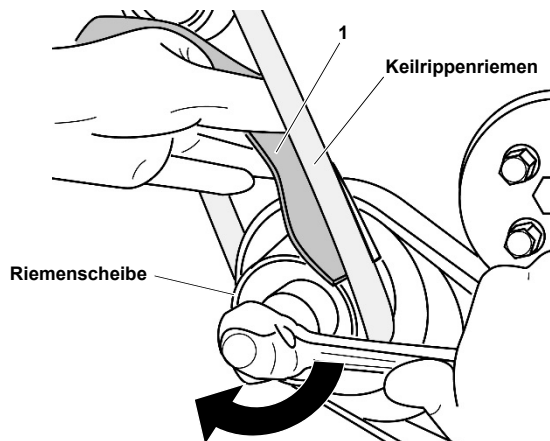

Abb. 2: Gurtband eindrehen.
2. Kurbelwelle im Uhrzeigersinn soweit drehen, bis das Gurtband "1" etwa zu Dreiviertel um die Riemenscheibe herum eingedreht ist. (Abb. 2)